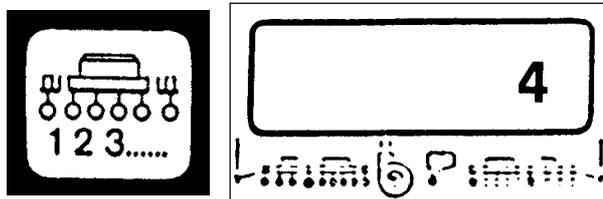

Fig. 4
Tasto "Impulsi/100 m" (Fig. 4)
4.2.4 Tasto "Numero gruppi" (Fig. 4)